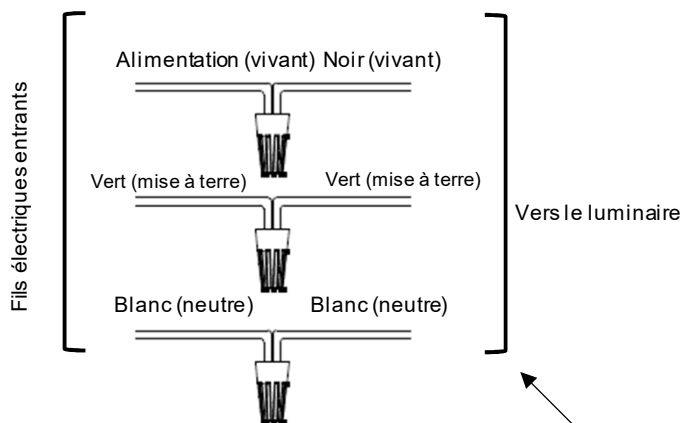

Figure 4
7. Pour effectuer les connexions électriques ouvrir l'espace adjacent dans le plafond (voir Fig. 4).